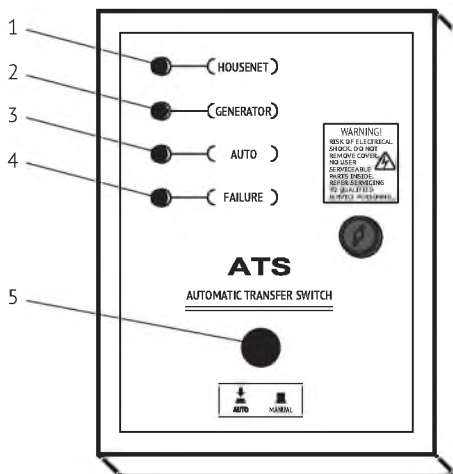

Рис. 1
Сначала запустите генератор в ручном режиме с его панели, в положении Основного переключателя «ВЫКЛ-OFF» блока АТС (5) рис.1, тем самым проверив работоспособность генератора, и затем вы можете использовать режим «АВТО-AUTO» для автоматической работы системы АТС.
Переместите Основной переключатель (5) рис.1 в положение «АВТО-AUTO» на блоке АТС, система АТС будет работать автоматически и готова для последующих пусков генератора в автоматическом режиме.
В случае отсутствия подачи электроэнергии от основной сети, генератор сделает первый пуск в течение 5 секунд, при удачном пуске генератор перейдет в рабочий режим, а на многофункциональном дисплее генератора появится значение А-1. При неудачном пуске на многофункциональном дисплее появится значение F-1, а автоматический режим попытается запустить генератор снова через 5 секунд, в таком случае, во время удачного запуска со второй попытки на многофункциональном дисплее появится надпись А-2. При неудачном втором пуске на многофункциональном дисплее появится значение F-2, а автоматический режим попытается запустить генератор в третий раз через 5 секунд в таком случае, во время удачного запуска с третьей попытки на многофункциональном дисплее появится надпись А-3. После третьего неудачного пуска генератор НЕ БУДЕТ запускаться снова в автоматическом режиме, а на нижней панели индикаторе загорится индикатор «ПЕРЕГРУЗКА» (4) рис.1 ( «Failure»).
Если вам нужно вручную запустить генератор, поставьте основной переключатель блока ATS (5) рис.1 в положение «ВЫКЛ-OFF» и запустите генератор обычным способом.